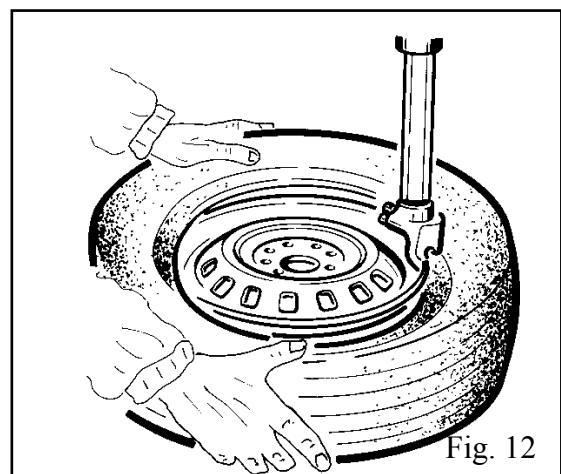

Fig. 12
- Tenendo premuto con le mani il tallone del pneumatico nella gola del cerchio, premere il pedale (Z) per ruotare l'autocentrante in senso orario per tutta la circonferenza del cerchio (Fig. 12).
•Keeping the tyre bead pressed down into the wheel rim channel with your hands, press down on the pedal (Z) to rotate the turntable clockwise. Continue until you have covered the entire circumference of the wheel rim (Fig. 12).
•Avec les mains, pousser le talon du pneu dans le creux de la jante, appuyer sur la pédale (Z) pour faire tourner le plateau dans le sens horaire pour tout le pourtour de la jante (Fig. 12).
-Reifenwulst von Hand unter den Felgenrand pressen, Pedal (Z) drücken; der Zentriertisch dreht sich im Uhrzeigersinn den gesamten Felgenumfang entlang (Abb. 12).